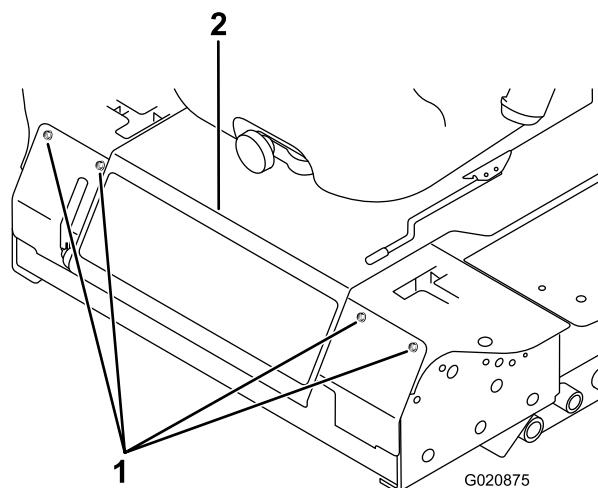

Рисунок 53
2. Снимите болты крепления передней панели и снимите переднюю панель (Рисунок 53).